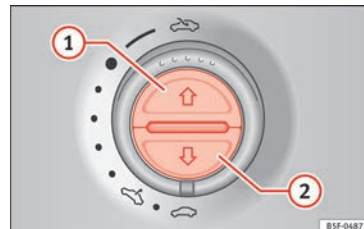

Fig. 137 En el revestimiento interior del techo: teclas de la cortinilla parasol.
Abrir completamente (función automática)	Pulse la tecla » fig. 137 (1) brevemente.